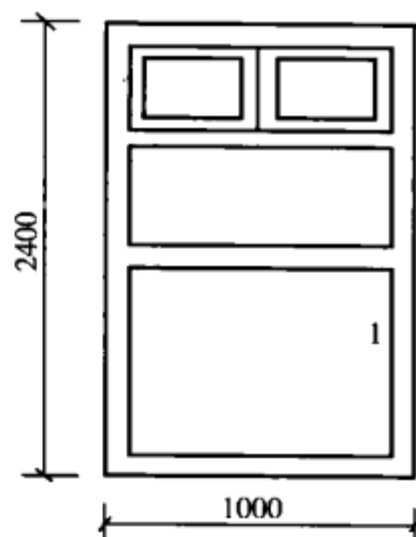

图 4-5 带纱扇带亮子镶板门
**【例5】** 求如图4-5所示带纱扇带亮子镶板门工程量并套用定额。
**【解】** (1) 定额工程量